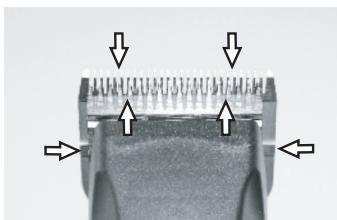

Fig. 24
Una goccia di olio sui plettini superiore ed inferiore è indispensabile per ottenere un buon risultato nella tosa e pure per conservare più a lungo e in ottimo stato la tosatrice (Fig. 24).
- ▶ Lubrifichi sufficientemente i plettini durante la tosa (almeno ogni 15 minuti), di modo che non si secchino mai (Fig. 24).
I rasoi devono essere lubrificati prima, durante e dopo ogni uso. Se i plettini rilasciano striature, è necessario lubrificarli. Applichi qualche goccia di olio sopra e ai lati dei plettini (v. frecce fig. 24). Levi le gocce in eccedenza con un panno morbido e asciutto. Degli aerosol lubrificanti non contengono abbastanza olio per una buona unzione, ma sono utili al raffreddamento dei plettini. Cambi immediatamente i plettini difettati o scheggiati per evitare di ferirsi.